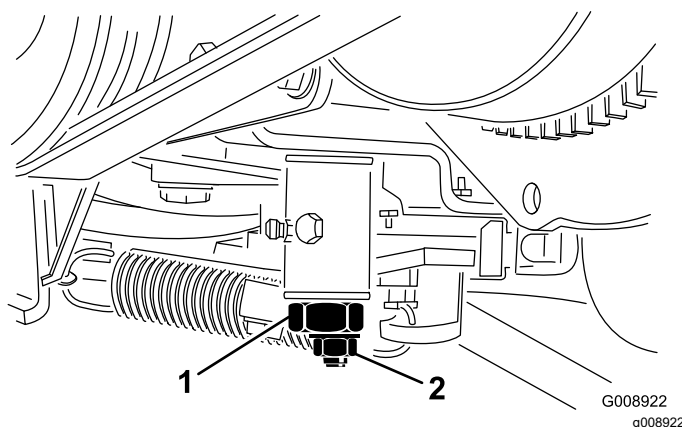

Рисунок 60
3. Ослабьте контргайку на кулачке регулировки тяги (Рисунок 60).